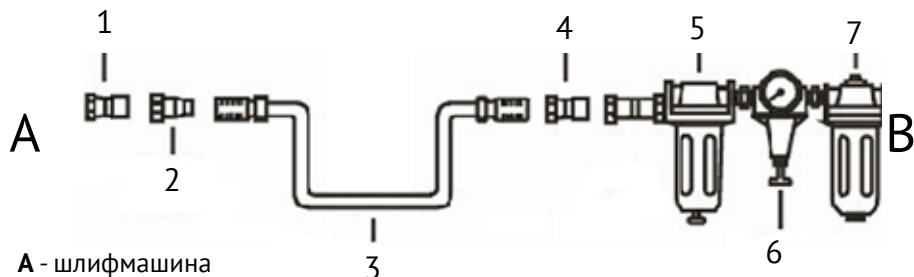

Рис. 2
2.2.1 Шлифмашина должна подсоединяться к системе подачи сжатого воздуха, состоящей из компонентов, указанных на рис.2